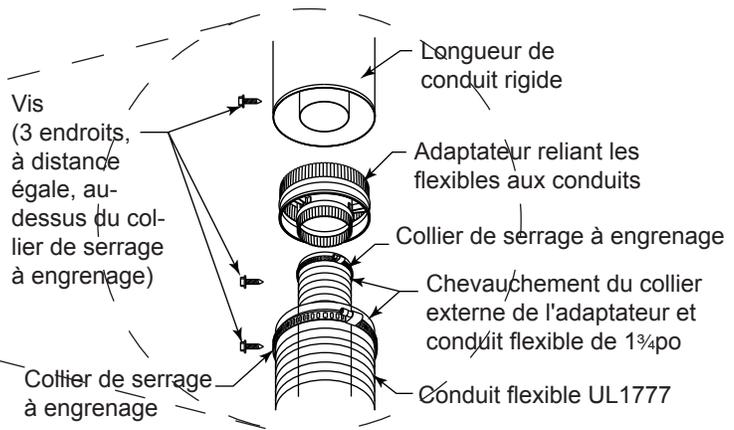

Figure 39 - Raccord typique de conduit
2. Réviser la *Figure 39* et toutes directives pertinentes pour connaître le chevauchement approprié ainsi que l'emplacement des colliers et des vis.